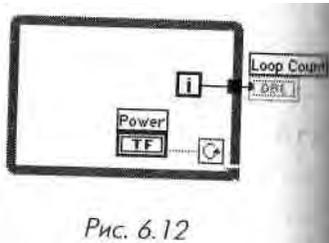

Рис. 6.12
9. Теперь перейдите к диаграммной панели и переместите элемент отображения счетчика числа итераций за пределы цикла, как показано на рис. 6.12. Вам придется вновь соединить элемент отображения, а точка выхода создается автоматически во время выведения проводника из цикла.